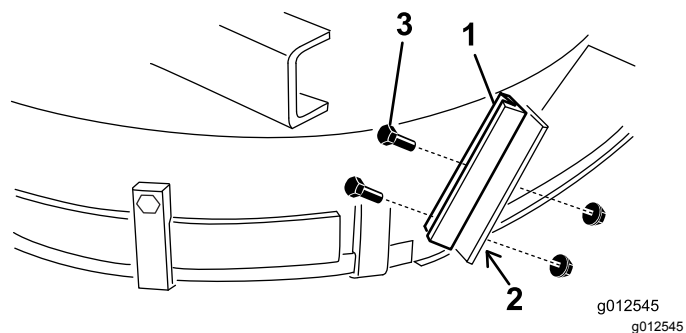

図 17
1. 新しいデフレクタストップを型紙として、元の平らなデフレクタストップの上にセットする 図 17。新しいデフレクタストップの底面が面一となっており、デッキ側面に接触し、デフレクタサポートの外側エッジに平行であることを確認する。
3. 古いデフレクタストップに新しいデフレクタサポートを取り付けるボルト 1/4-20 x 3/4" 2本とナットロックナット 1/4-20" を使って 図 17 のように取り付ける。